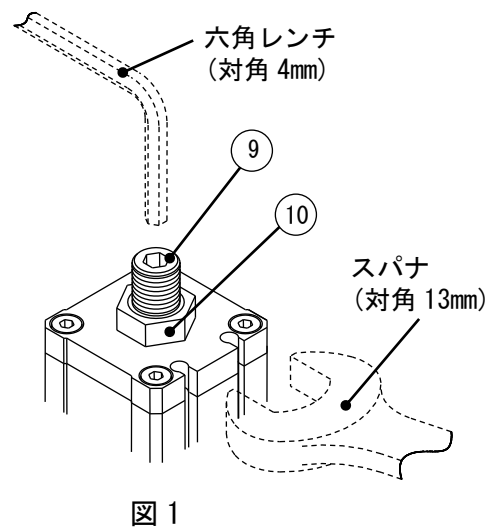

図1
1. ⑨ロックナットを緩めロックを解除します。六角レンチで⑩バイパス弁調整ボルトを押さえロックナットを緩めてください。(図1)